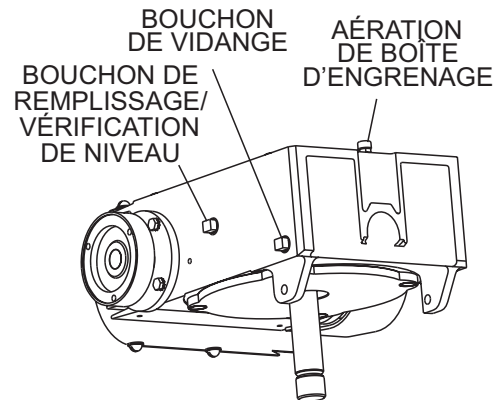

Figure 6. Bouchons d'huile de boîte d'engrenage/hublot
1. Vérifier le niveau d'huile de boîte d'engrenage dans les deux boîtes d'engrenage en retirant le bouchon de niveau et en s'assurant que le niveau d'huile est correct. Voir la figure 6.
2. Remplir la boîte d'engrenage au niveau exact du bouchon de remplissage (figure 6) avec 2,041 L (69 oz) de lubrifiant de boîte d'engrenage Multiquip, numéro de pièce 20111, ISO ou équivalent.